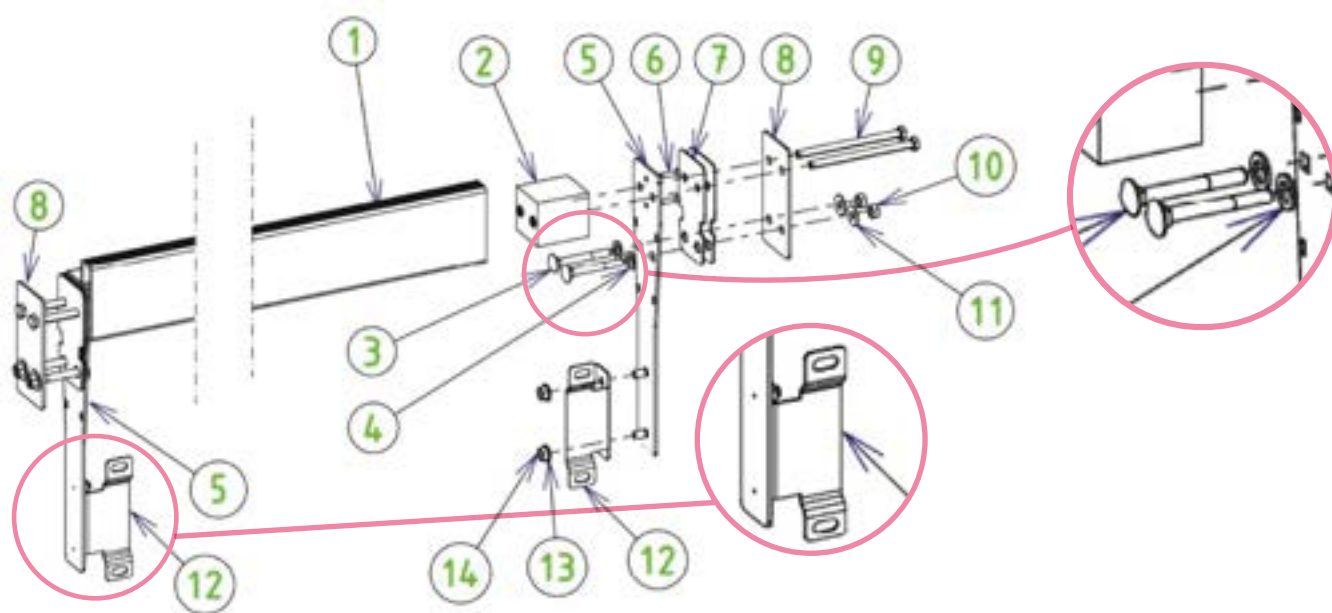

Abbildung 42 – Montage und Installation des Trägers
Die Montageschritte des Trägers werden in **Abbildung 42** dargestellt. Die zur Montage erforderlichen Schrauben finden Sie in Beutel Y. In der Abbildung befindet sich die Holzwand zwischen den Teilen 7 und 8, die Folie ist zwischen den beiden Gummi-Dichtungsplatten (7) eingezwängt.
Befestigen Sie die beiden Winkel (12) mit Hilfe von 4 Muttern (14) und vier 8 mm Edelstahl-Unterlegscheiben A4 (13) an den Trägerplatten (5). Die herausstehenden Teile der Winkel (12), die eine Einkerbung haben, müssen an der dem Skimmer und der Achse gegenüberliegenden Seite sein (siehe vergrößerte Ansicht der Winkel (12) in **Abbildung 42**).
Befestigen Sie schließlich die Trennwand auf den Winkeln (Teil 12 in *Abbildung 42*) mit vier Senkkopfschrauben (7) 8 x 16, vier Unterlegscheiben und vier Muttern von 8 mm Durchmesser aus A4 Edelstahl.